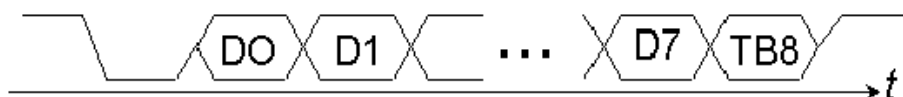

Рис. 3
**Режим 2** встановлюється комбінацією бітів SM0=1, SM1=0. Формат переданого слова в режимі 2 показаний на рис. 3, де TB8=SCON.3 - програмно встановлюваний біт у РСФ SCON.